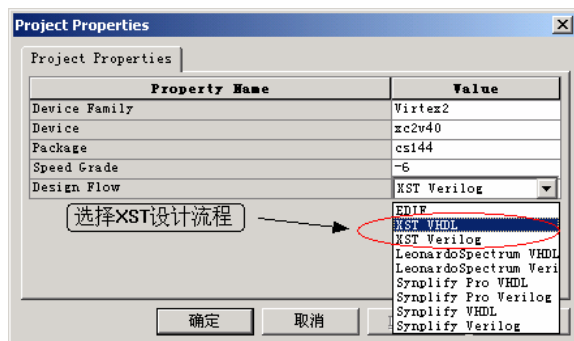

图4-71 选择 XST 设计流程
1. 创建一个工程，利用源代码编辑器 (HDL Editor) 的语言模板 (Language Template) 生成一个带有异步复位和同步置位的 4bit 同步计数器。根据源代码类型设置工程属性为 XST Verilog 或 XST VHDL 设计流程，器件选择为任何一种 FPGA 器件，如图 4-71 所示。